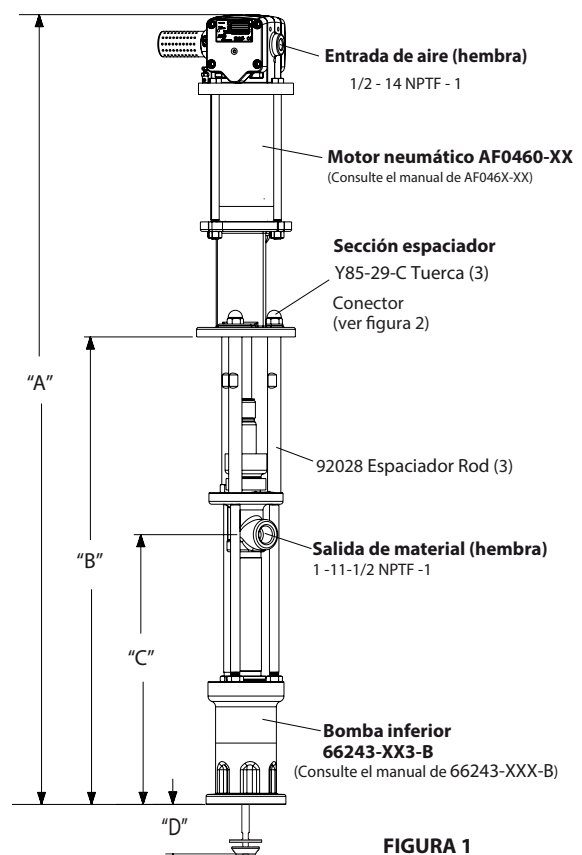

FIGURA 1
- Retire los tres tornillos de cabeza (Y85-29-C) de las tres varillas del espaciador (ver figura 1).